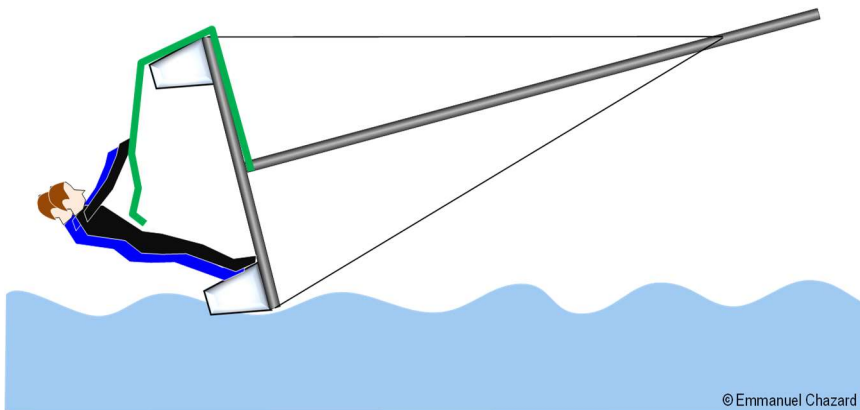

Figure 16. Manœuvre de resalage
Pour resaler le catamaran, l'équipage doit rapidement effectuer cette manœuvre (Figure 16) :
- faire passer le **bout de resalage** (en vert Figure 16) par-dessus la coque en l'air et s'y suspendre. Le harnais de trapèze et une bonne paire de gants seront les bienvenus. Évitez toutefois pour des raisons de sécurité de faire un nœud à votre harnais.